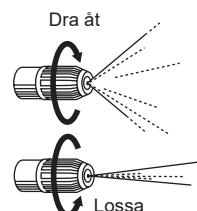

Figur 14
- Vrid kranen mot "lock" för att använda maskinen som typen av enhuvud. Se figur 14.